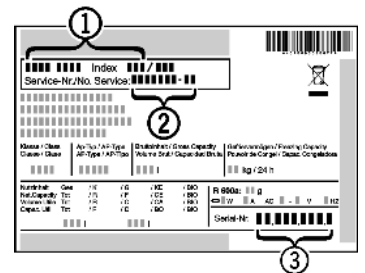

Fig. 54
- Z typového štítku vyčítajte označenie zariadenia *Fig. 54 (1)*, servisné č. *Fig. 54 (2)* a sériové č. *Fig. 54 (3)*. Typový štítek je na ľavej vnútornej strane zariadenia.